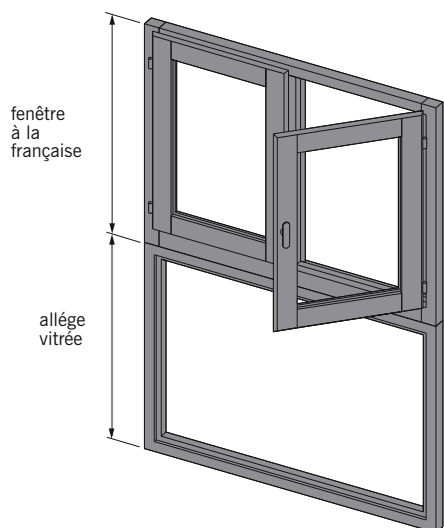
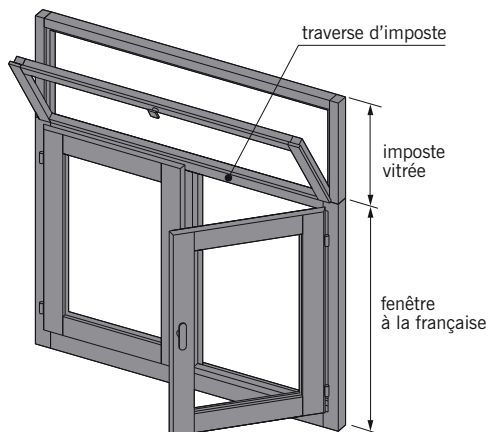

fig. 11.2
fig. 11.3
■ La **fenêtre composée** : ouvrage constitué de deux ou plusieurs fenêtres superposées ou accolées. La figure 11.2 représente une fenêtre à la française assemblée à une **allège menuisée** (panneau plein ou vitré intercalé entre la fenêtre et le plancher) qui remplace le traditionnel mur d'allège. La figure 11.3 illustre une fenêtre surmontée d'une **imposte** (châssis fixe ou mobile, vitré ou non, situé au-dessus d'une fenêtre).
La **traverse d'imposte** est la traverse dormante qui, dans un ouvrage composé, sépare le châssis principal d'une imposte (fig. 11.3).